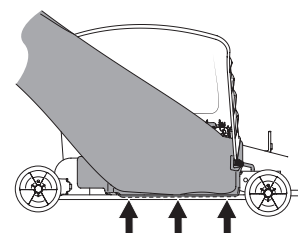

Figura 21
**¡IMPORTANTE!** Asegúrese de que la parte inferior del canal de descarga esté ubicada dentro del reborde de la abertura de la plataforma, como se indican en la Figura 21.